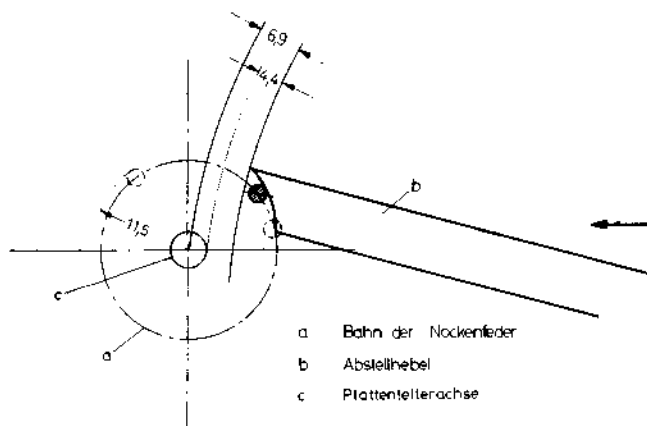

Abb. 10: Justierung der Endabschaltung
- Der Abstand vom Mittelpunkt der Plattentellerachse bis zur Spitze des Abstellhebels soll 6,9 mm betragen. Dieser Abstand entspricht 4,4 mm zwischen Lauffläche der Plattentellerachse und Spitze des Abstellhebels (siehe Abb. 10). Sollten diese Maße nicht eingehalten sein, muß nach Lösen der Befestigungsschrauben der Schalterplatte diese auf den richtigen Abstand verschoben werden.